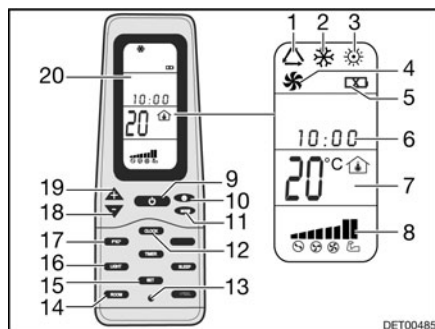

Fig. 170 Télécommande
- Appuyer sur la touche ON/OFF (Fig. 170,9).
- Appuyer sur la touche "Mode" (Fig. 170,11) autant de fois que nécessaire pour que le mode de fonctionnement souhaité (Fig. 170,1, 2, 3 ou 4) s'affiche à l'écran (Fig. 170,20).
- Régler la température désirée à l'aide des touches "+" (Fig. 170,19) et "-" (Fig. 170,18).
- Sélectionner le niveau de ventilation souhaité à l'aide de la touche de vitesse du ventilateur (Fig. 170,10).